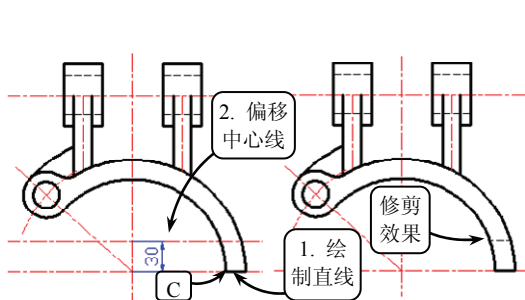

图 3-65 绘制直线，偏移中心线并修剪
⑬ 利用【直线】工具选取点 C 为起点，向右绘制一条水平直线，并与半径为 R108 的圆弧相交。然后利用【偏移】工具将水平中心线 e 向上偏移 30。接着利用【修剪】工具修剪该中心线，并将修剪后的中心线转换为【虚线】图层，效果如图 3-65 所示。